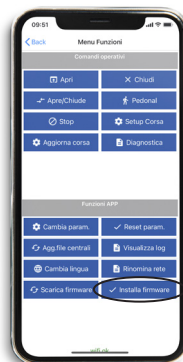

fig. 23
3. Entrare in "MENÙ FUNZIONI" e cliccare su "INSTALLA FIRMWARE" (fig. 23)